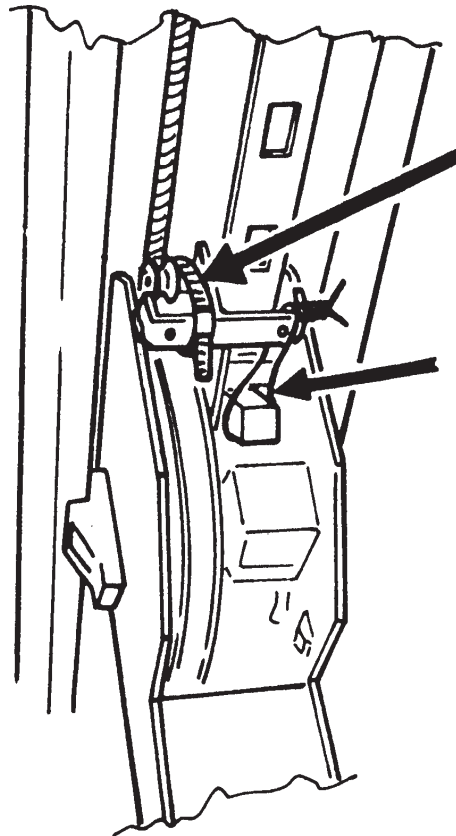

Fig. 26
- legare il paracadute e i martelletti in posizione di disimpegno (Fig.26);
- Tie down the safety locks and catches in the released position (Fig.26).
- Die Auffangvorrichtung und die Klinken in der gelösten Position (Abb. 26) festbinden;
- lier le parachute et les taquets en position de repos (Fig.26);
- Atar el paracaídas y las palancas giratorias en posición de desempeño (Fig.26);